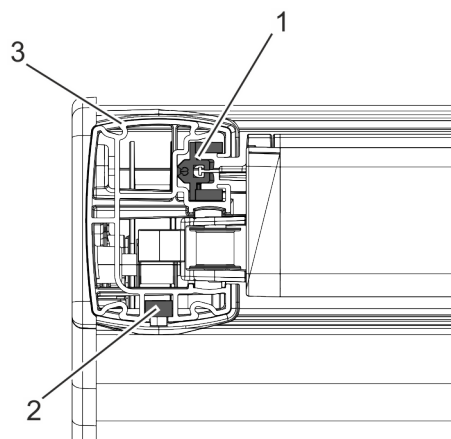

Abb. 26: ZIP-Führung
4. ➔ Sicherstellen, dass der ZIP-Verschluss richtig in die ZIP-Führung (Abb. 26/1) eingefädelt ist und der Nutenstein (Abb. 26/2) leichtgängig in die Führungsschiene (Abb. 26/3) eingeführt werden kann.